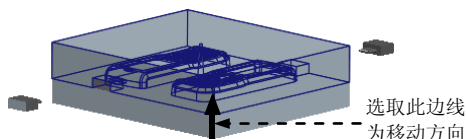
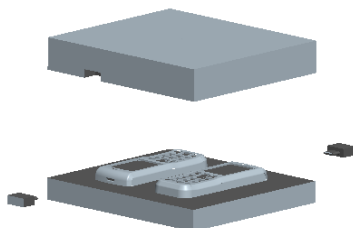

图 31.35 移动方向
图 31.36 移动上模
Step3. 开模步骤 2：移动上模。选取图 31.35 所示的边线为移动方向，然后输入要移动的距离值 100。移出后的状态如图 31.36 所示。